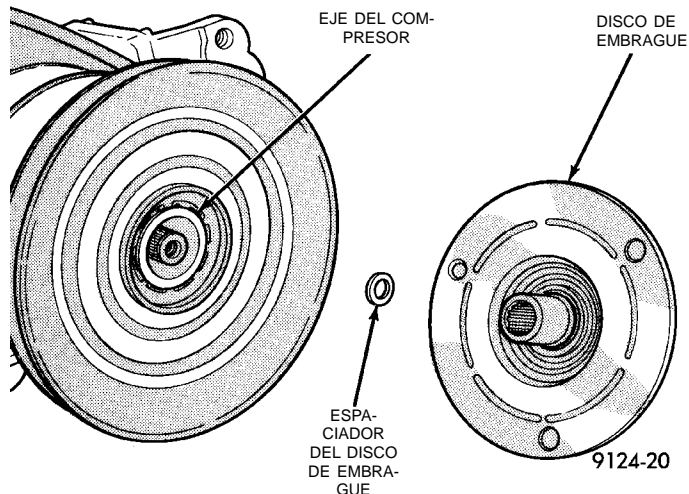

Fig. 22 Disco de embrague y espaciador
(3) Golpee levemente el disco de embrague con un martillo de plástico para desacoplarlo de las estrías del eje del compresor. Retire el disco de embrague y el o los espaciadores del eje del compresor (Fig. 22).